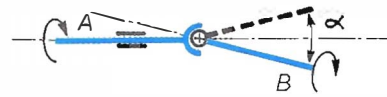

Figure 7.19 • Mouvement angulaire α de B. Arbres A et B non coaxiaux.
- de transmettre le mouvement de **rotation** à des **arbres non coaxiaux** (figure 7.19) ;